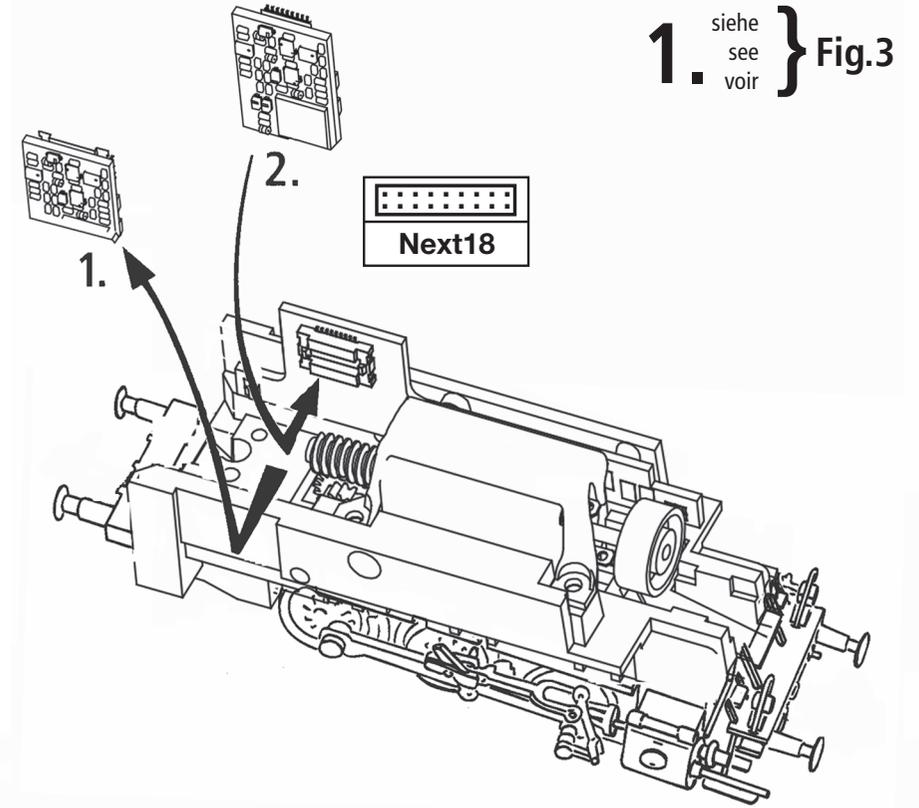

Fig. 4
**1. Reinigung der Radstromkontakte:** Radstromkontakte können auf unsauberen Schienen leicht verschmutzen. Entfernen Sie **vorsichtig** mit einem kleinen Pinsel **den Schmutz** an den in Fig. 4 gekennzeichneten Stellen.
**1. Cleaning of wheel contacts:** Wheel contacts easily get dirty on tracks which are not entirely clean. Use a small brush to **remove dirt** from spots marked in fig. 4.
Les lames de contacts risquent de s'encrasser rapidement sur des voies poussiéreuses. Veuillez **enlever la poussière** aux endroits marqués à la fig. 4 à l'aide d'un petit pinceau souple.